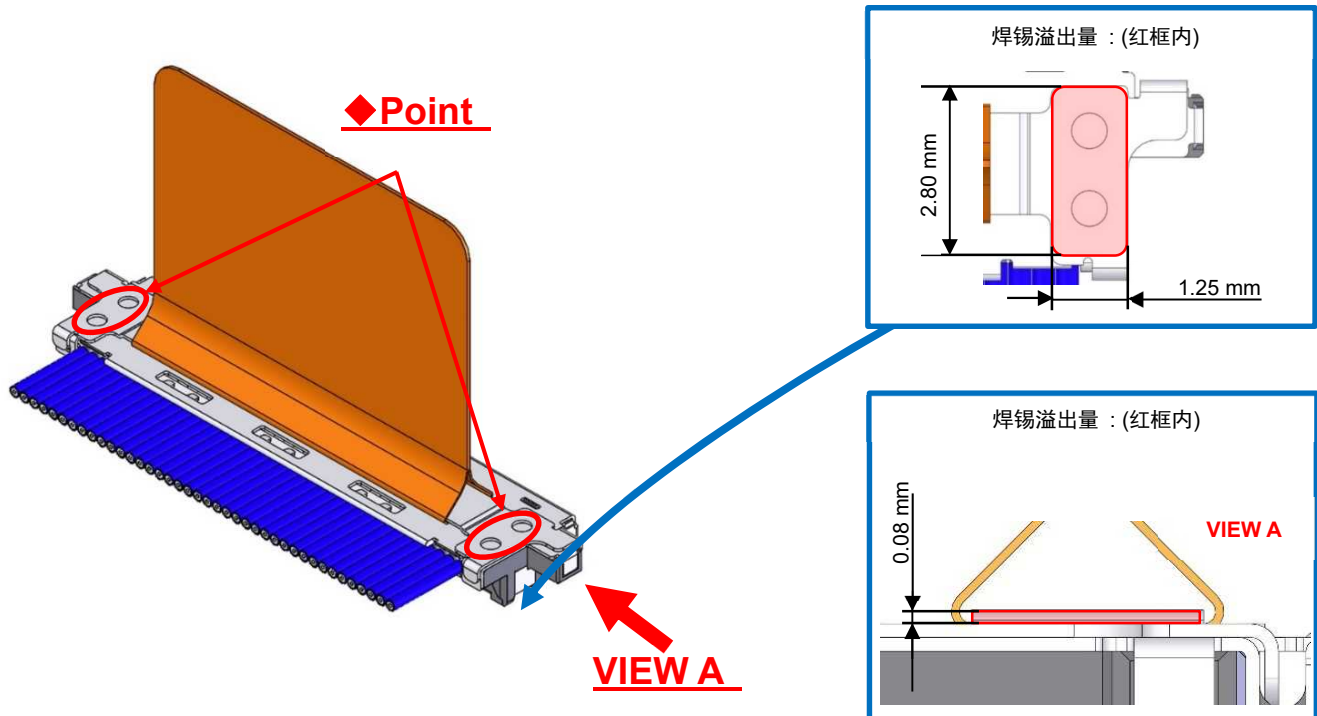

图.13 焊接 PULL TAPE HOLDER
③用电烙铁焊接 PULL TAPE HOLDER 和 SHELL-A。(图. 13◆部)